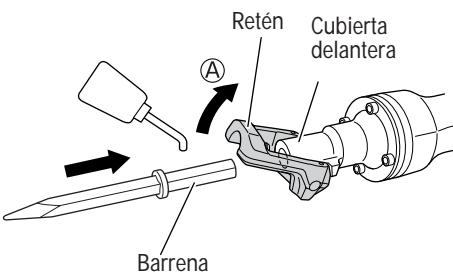

Fig. 4
- (1) Limpie, y después unte la parte del vástago del accesorio con grasa o aceite de máquina.
- (2) Mueva el retén hasta la posición de apertura Ⓐ, y asiente el accesorio, tal como una barreta de punta, una cortadora, etc., en el orificio hexagonal de la cubierta frontal (consulte la Fig. 4).